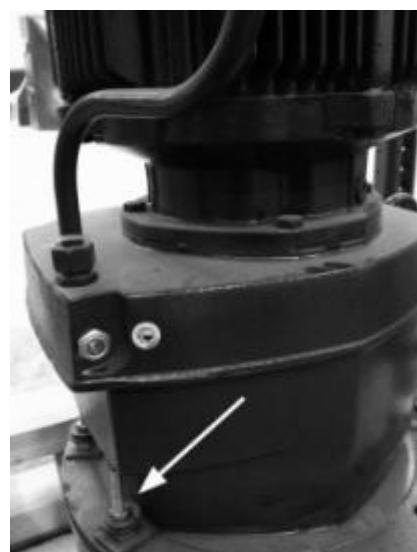

Fig. 15
- b) Vérifier la fixation du moteur: Vérifier que les écrous des vis de fixation du moteur (fig. 15) se trouvent correctement serrés, dans les cas contraire les serrer.
- b) Comprobar sujeción del motor: Comprobar que se encuentran correctamente apretadas las tuercas de los tornillos de sujeción del motor (fig. 15), en caso de no ser así, apretarlas.